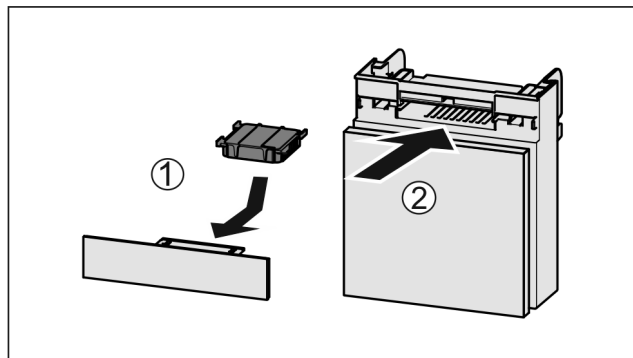

Fig. 53
- ▶ Поставете Fig. 53 (1) филтъра с активен въглен, както е показано на фигурата.
- ▶ Вкарайте Fig. 53 (2) отделението.